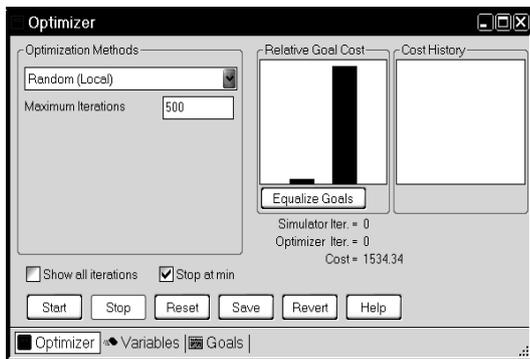
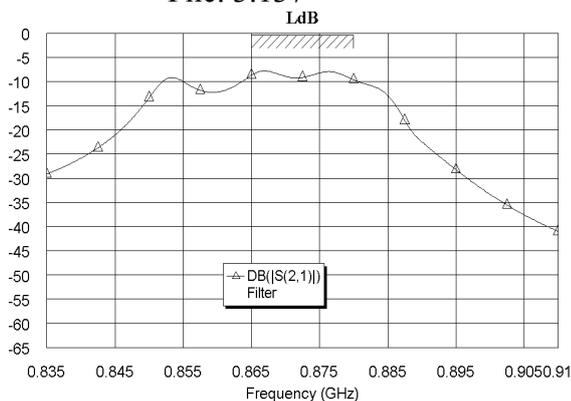

Рис. 3.137
Рис. 3.138
1. Выберите в меню команду **Simulate>Optimize**. В открывшемся окне (рис. 3.137) выберите метод оптимизации **Random(Local)**, в поле **Maximum Iterations** введите **500** и нажмите **Start**. Характеристика, полученная после оптимизации, показана рис. 3.138.